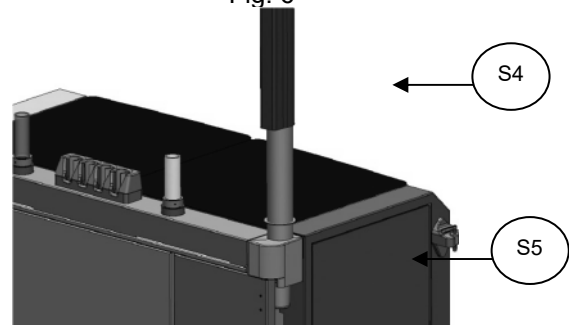

Fig. 8
11. Introducir las arandelas plásticas Anti-roce **S5** y detrás de ella, la vaina pasacables **S4** con la muesca y los dos agujeros ovalados hacia arriba.(Fig.8)